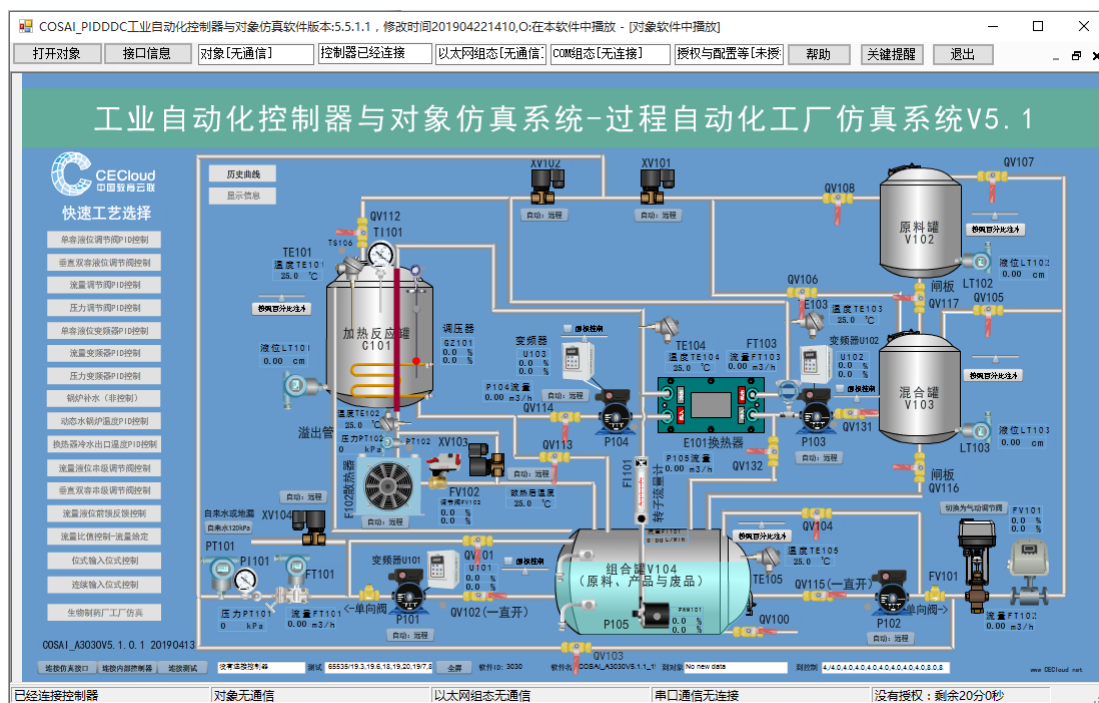

图2.2.1 实训对象仿真接口连接
1、直接在另外一个窗口打开Flash或者U3d的实训对象画面，并打开，点击“连接仿真接口”按钮，将控制对象连接到仿真PLC上。新版本有时可以自动连接，但是不一定成功。如图2.2.1所示。如果对象左下侧按钮看不到，可以减少窗口宽度。